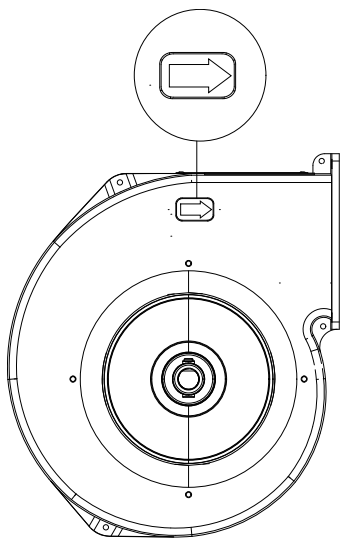

Рис. 2
Вентилятор можно монтировать в любом направлении. В случае монтажа воздухозаборника двигателя по направлению вверх, его необходимо защитить от попадания предметов/жидкости. Установите EX 140A/180A в правильном направлении воздуха (стрелка на корпусе), см. рисунок 2. Вентиляторы должны быть установлены таким образом, чтобы обеспечить простое и безопасное обслуживание и ремонт. Убедитесь, что вентилятор надежно закреплен. EX 140A/180A следует устанавливать таким образом, чтобы вибрации не передавались в систему воздухоудовов или конструкцию здания.
- Направление вращения рабочего колеса правильное (стрелка на корпусе указывает направление, см. рисунок 2).